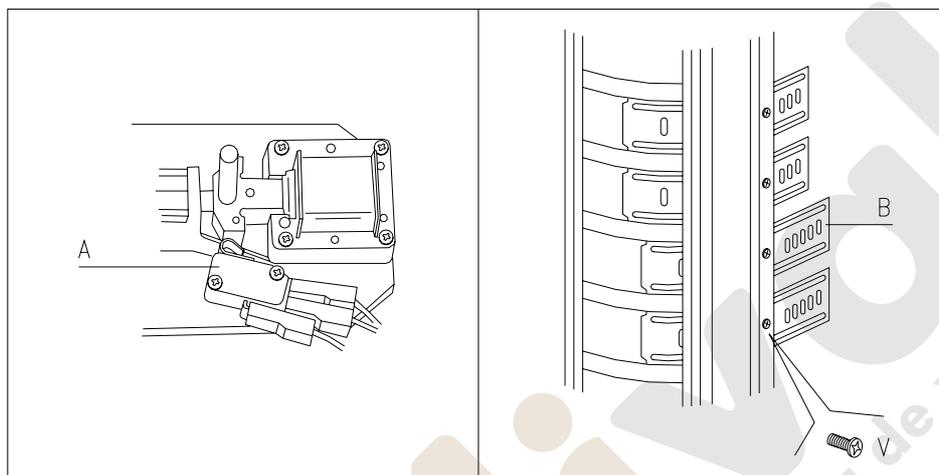

FIG. 5
- 1) El electroimán es excitado, desengancha el pistoncito y abre el micro A FIG. 5, liberando el disco.
Los discos de selección incluidos en el distribuidor, tienen los compartimientos regulados previamente como se muestra en la FIG. 7 - FIG. 8. Tal vez sea necesario cambiar el tamaño de los compartimientos para alojar productos de tipo diferente. Puede cambiarse el número de compartimientos quitando o añadiendo tabiques divisorios. El número de espacios en el disco podrá ser: 6, 8, 12, 16, 24, 48 - 5, 10, 20, 40 (véase FIG. 7 - FIG. 8). Cuando se modifica el número de espacios es necesario desplazar también las planchas corredizas que hay en la plantilla cubre discos (FIG.5 ref.B) aflojando el tornillo (ref.V FIG. 5). Además, es preciso añadir o quitar las tapitas que bloquean el pistoncito en función de la anchura del compartimiento (véase FIG. 8).
- 9) Colocar, en función de los espacios creados, las planchas corredizas como se describe precedentemente en el párrafo "COMPARTIMIENTOS DISCOS DE SELECCIÓN" y en el esquema de la FIG. 5 ref B.